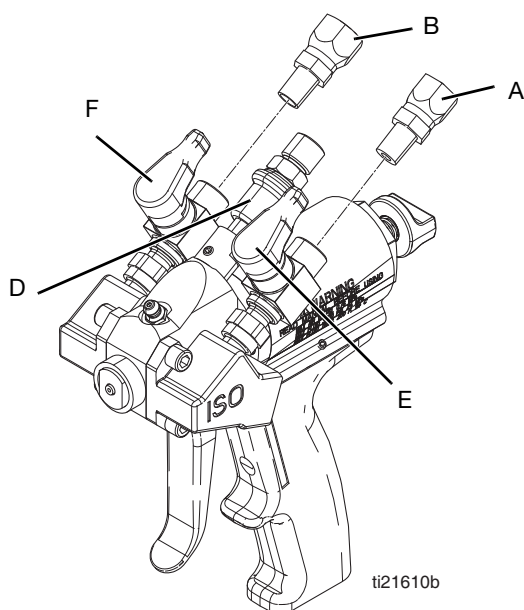

FIG. 4 Rimozione del raccordo girevole
2. Rimuovere i collegamenti dei raccordi girevoli (A, B) dalle valvole di intercettazione del materiale (E, F) su P2. Vedere FIG. 4. I collegamenti delle valvole sono da 1/8 in. NPT femmina.
3. Rimuovere il tubo dell'aria dall'interruttore dell'aria di alimentazione (D). Il raccordo dell'interruttore dell'aria di alimentazione è da 1/4 in. NPSM.